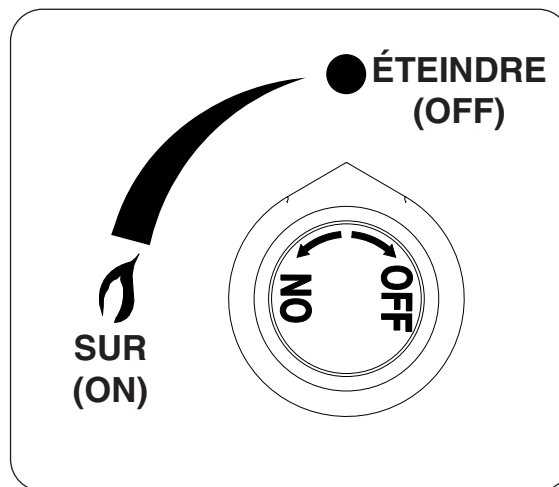

Fig. 42-2
4. **Une fois la flamme en position**, tournez le bouton de commande dans le sens inverse des aiguilles d'une montre sur la position **ON (sur)**, appuyez et maintenez la position pendant 15 secondes (voir Fig. 42-2). Votre brûleur devrait s'allumer dans un délai de 5 secondes.
Pour éteindre votre brûleur à gaz, tournez le bouton de commande du gaz dans le sens des aiguilles d'une montre jusqu'à la position **OFF (éteindre)** (voir Fig. 42-2). Veillez à ce que le bouton de commande soit éteint entièrement pour éviter toute fuite de gaz.